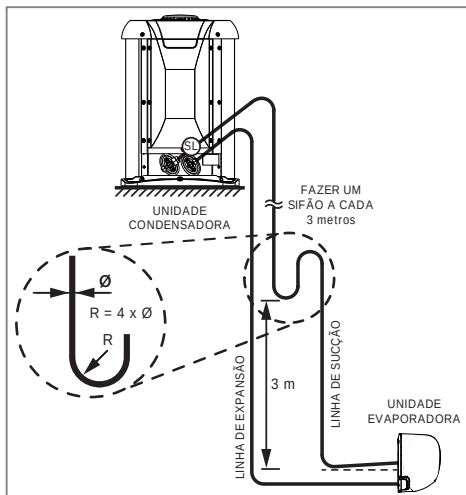

FIG. 20 - LINHAS DE INTERLIGAÇÃO
- Quando a unidade condensadora estiver em um nível superior ao da unidade evaporadora, fazer sifões nas subidas da linha de sucção a cada 3,0 metros; considerando desde a saída da evaporadora (Fig. 20).
3. Quando a unidade condensadora estiver em um nível superior ao da unidade evaporadora, fazer sifões nas subidas da linha de sucção a cada **3,0 metros**; considerando desde a saída da evaporadora (Fig. 20).
4. Inclinare as linhas horizontais de sucção no sentido do fluxo (Fig. 20).